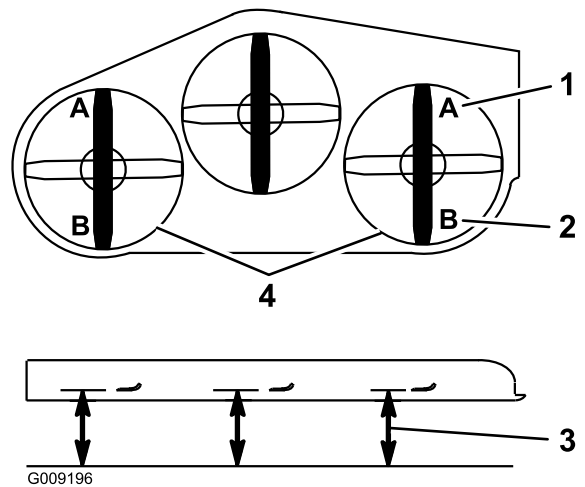

Figure 88
9. De chaque côté du tablier de coupe, mesurez la distance entre la surface plane et la pointe avant de la lame (position A). La distance obtenue doit être de 7,6 cm (3") (Figure 88).
16. De chaque côté du tablier de coupe, mesurez la distance entre la surface plane et la pointe arrière de la lame (position B). La distance obtenue doit être de 83 mm (3¼ po) (Figure 88).